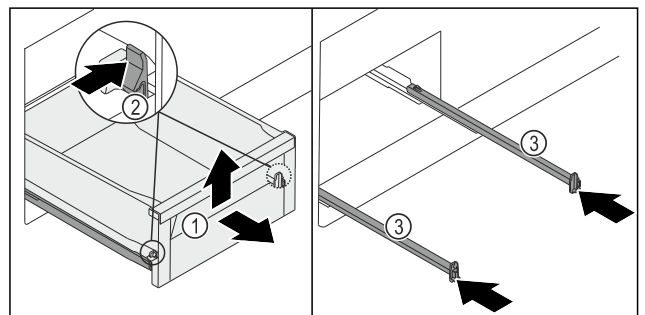

Fig. 135
- Schubfach Fig. 135 (1) bis zum Anschlag herausziehen.
- Klemme Fig. 135 (2) links und rechts gleichzeitig nach innen drücken.
- Schubfach Fig. 135 (1) löst sich von den Schienen.
- Schubfach Fig. 135 (1) vorne hochheben.
- Schubfach Fig. 135 (1) nach vorne entnehmen.
- Schienen Fig. 135 (3) einschieben.